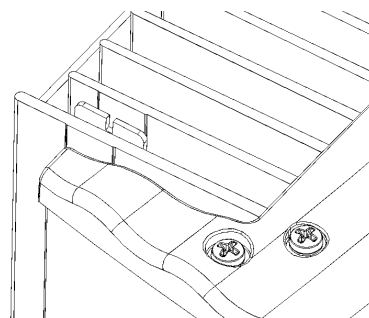

Abbildung 5.3: **Aushängesicherung (geschlossen)**
- Verriegeln Sie die Aushängesicherung. Schieben Sie hierzu das obere Ende der Aushängesicherung in Richtung der Wand, bis die Nut parallel zur Wand verläuft (siehe Abbildung 5.3)